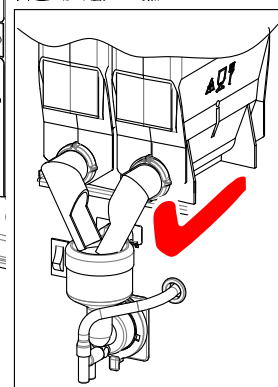

Fig. 18
6. Drej doseringsudslippet tilbage til den oprindelige stilling (fig. 18).